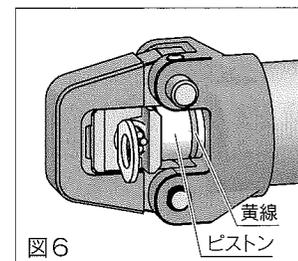

図6
- 8 更に作動スイッチを操作し、端子(スリーブ)が圧着され圧力規制装置が作動(音に変化)するまで操作してください。このときピストンロッド部の圧着完了ライン(黄線)が完全に見えていることを確認してください。見えていれば圧着は正常におこなわれ、これで圧着完了です。(図6)